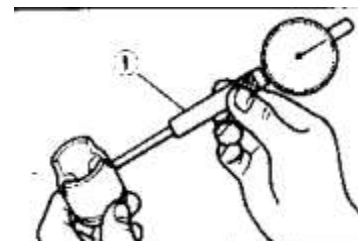

Рис. 74
10. Проверьте поршневой палец. (рис. 74)